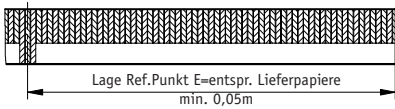

Abb. 6: Definition der Zählrichtung mit Magnetband und Montage Sensor/Magnetband, Abstandsmaße, Toleranzen
- **Auf richtige Ausrichtung bezüglich der Zählrichtung achten (Abb. 6+7).** Dies ist unerheblich falls sich die Zählrichtung in der elektronischen Auswertung umkehren lässt (wie z.B. bei den Magnetbandanzeigen von SIKO).